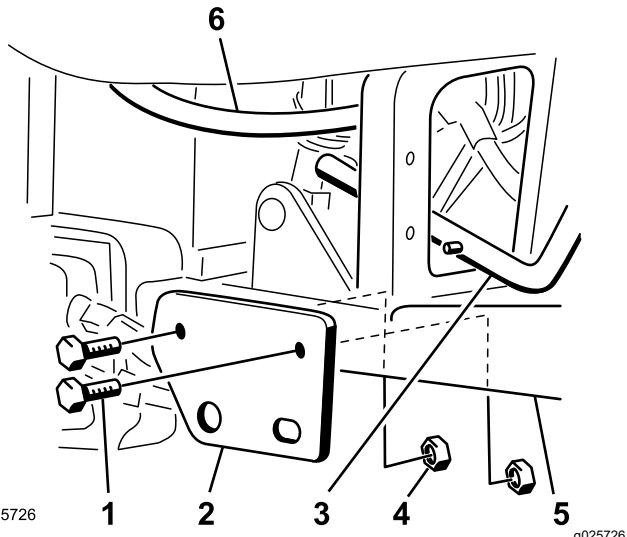

Рисунок 2
- Установите монтажный кронштейн узла рукоятки подъема скарификатора на правую трубчатую подножку, используя два болта (½ x 3¼ дюйма) и низкие контргайки, как показано на Рисунок 2.
Примечание: Минимальный зазор между гидравлическим трубопроводом и узлом рукоятки подъема должен составлять 3 мм. Осторожно передвигните гидравлический трубопровод так, как требуется (Рисунок 2).